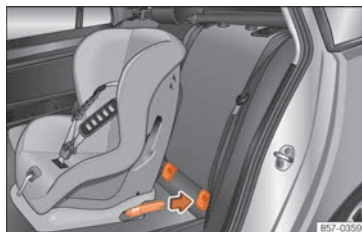

Abb. 29 Rücksitz: Einbau des Kindersitzes mit dem ISOFIX-System.
- Stecken Sie den Kindersitz auf die „ISOFIX“-Halteösen, bis der Kindersitz hörbar einrastet » » **Abb. 29**. Wenn der Kindersitz über eine Top Tether* Befestigung verfügt, befestigen Sie ihn an der entsprechenden Öse » » **Seite 37**. Herstellerangaben befolgen.